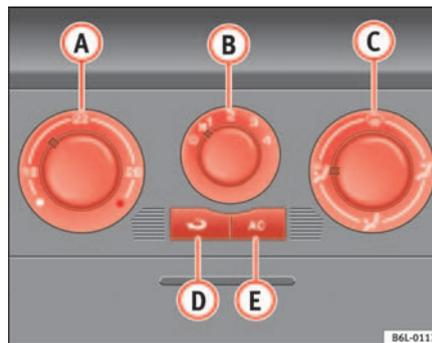

Abb. 87 In der Instrumententafel: Bedienelemente Klimaanlage
- Schalten Sie die Kühlanlage mit der Taste ⇒ Abb. 87  aus (die Kontrollleuchte in der Taste erlischt).
Im Umluftbetrieb \Rightarrow Seite 124, Abb. 87  (in der Taste leuchtet eine Kontrollleuchte) wird verhindert, dass starke Umweltgerüche in das Fahrzeuginnere gelangen können, die beispielsweise beim Durchfahren eines Tunnels oder in einem Stau auftreten.